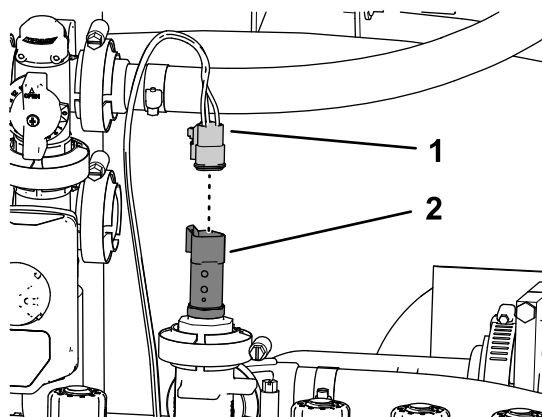

Figura 133
1. Inserite il connettore a 3 prese della diramazione di 61 cm del cablaggio preassemblato del kit indicato come CUNEO VERDE DEL TRASDUTTORE DI PRESSIONE nel connettore a 3 pin del trasduttore di pressione (Figura 133).